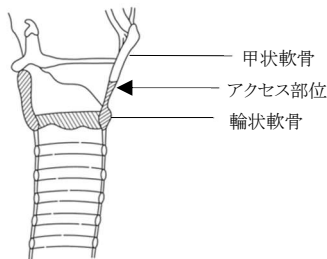

図1
- ① 輪状軟骨と甲状軟骨の間に輪状甲状膜があることを、触診により確認する(図1)。